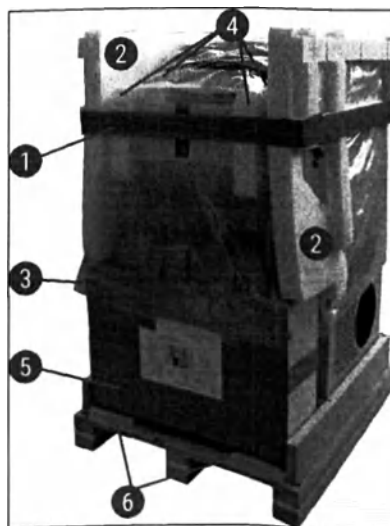

Рис. 5
- Снимите рампу (→ Рис. 5-6) на передней стороне палеты (→ "Рис. 5") и правильно присоедините ее с задней стороны (→ "Рис. 7").